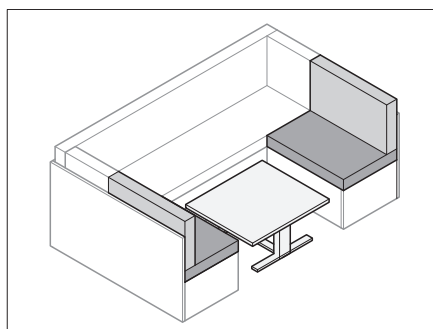

Fig. 66 Trasformare il tavolo
- Trasformare il tavolo (Fig. 66) in struttura di supporto letto (vedi paragrafo 7.7).